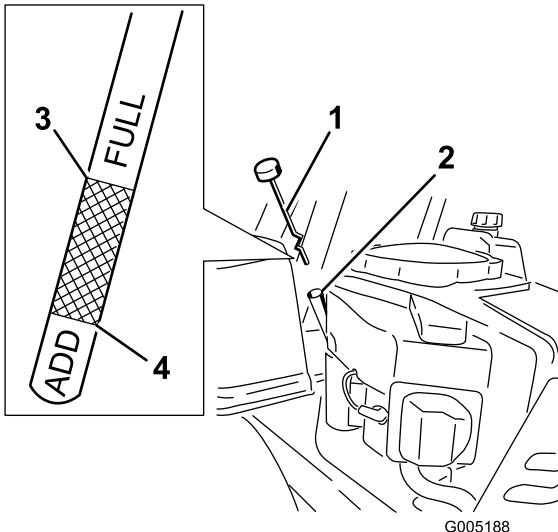

Figura 30
4. Retire el tapón de llenado/varilla de aceite y límpielo. Vuelva a colocar la varilla y empuje firmemente para asentirla en su lugar (Figura 30).
5. Retire la varilla y compruebe el nivel de aceite. (Figura 30).
8. Retire el tapón de llenado/varilla (Figura 30).
- Vierta lentamente un 80% aproximadamente de la cantidad especificada de aceite por el tubo de llenado (Figura 30).
- Coloque el tapón de llenado/varilla (Figura 30).
- Compruebe el nivel de aceite (Figura 30); consulte Verificación del nivel de aceite.
- Coloque la varilla y enrosque firmemente el tapón (Figura 30).